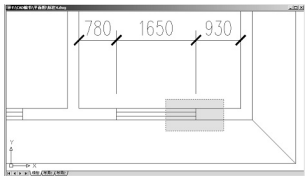

图 2.142 向右拉伸门窗洞时选择对象的方法
(2) 用同样的方法使门窗洞口右侧墙段向右缩短 150mm。这样门窗洞口则由 1500mm 变成 1800mm, 但应注意, 选择拉伸对象的方法应如图 2.142 所示。